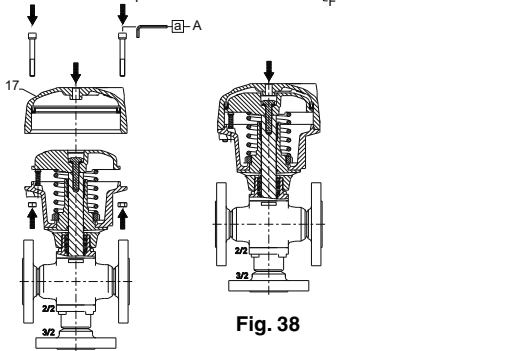

Fig. 34
- Caution: spring under load.** Replace and insert the seal (4) and the washer (3) and tighten the nut (2) to torque [b] while firmly holding the piston (G) with the valve assembly and disc nut (F) (Fig. 34).
- Attention ressort en charge.** Remplacer le joint (4), la rondelle (3) et visser l'écrou (2) au couple [b] en maintenant fermement le piston (G) avec l'ensemble de la vanne et l'écrou de clapet (F) (Fig. 34).
- Achtung: Feder unter Spannung.** Legen Sie die neue Dichtung (4) und den neuen O-Ring (3) ein und ziehen Sie die Mutter (2) mit dem Moment [b] fest, wobei der Kolben (G) und die Einheit aus Ventil und Mutter am Ventilteller (F) festgehalten werden muss (Abb. 34).
- Atención resorte bajo carga.** Reemplazar la junta (4), la arandela (3) y atornillar la tuerca (2) al par [b] sujetando firmemente el pistón (G) con el conjunto de la válvula y la tuerca de clapet (F) (Fig. 34).
- Attenzione: molla sotto carica.** Riposizionare e inserire la guarnizione (4) e la rondella (3) e serrare il dado (2) con coppia [b] bloccando il pistone (G) con il gruppo valvola e il dado dell'otturatore (F) (Fig. 34).
- Let op: veer onder belasting.** Plaats de afdichting (4) en de ring (3) terug en draai de moer (2) aan volgens het aandraaikoppel [b] terwijl u de zuiger (G) stevig vasthoudt met de afsluitercombinatie en de klepmoer (F) (Fig. 34).